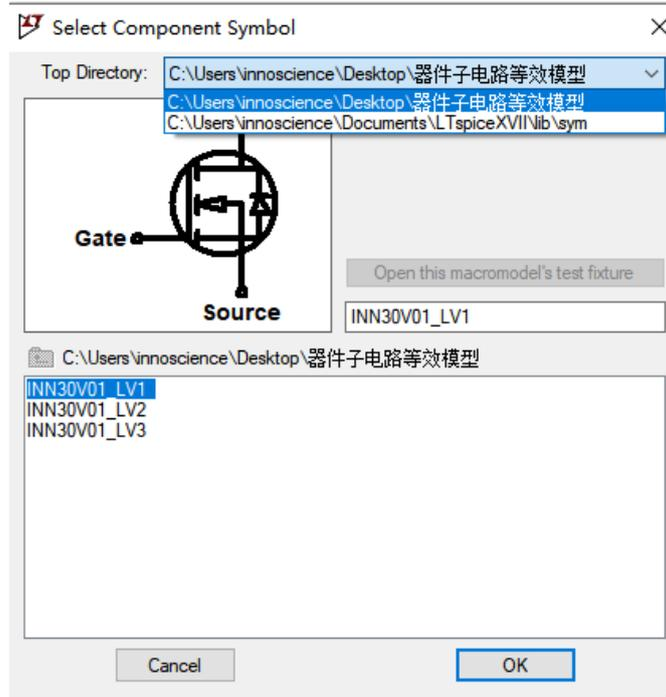

图 4 添加InnoGaN到原理图中
3、 添加InnoGaN到原理图中。一般InnoGaN提供已关联好的\*.lib和\*.asy文件，步骤1/2可省略。关联后在原理图编辑界面点击工具栏component按钮如下图所示，或者按快捷键F2，弹出如图所示。在Top Directory下拉框中选择InnoGaN模型保存路径，在器件选择窗口选择需要的器件名称，如图 4 所示。